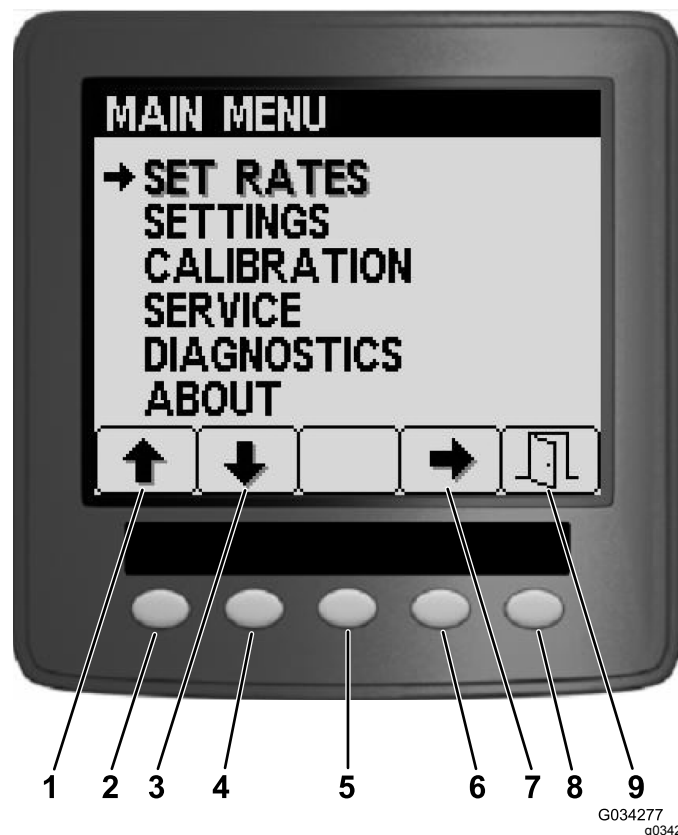
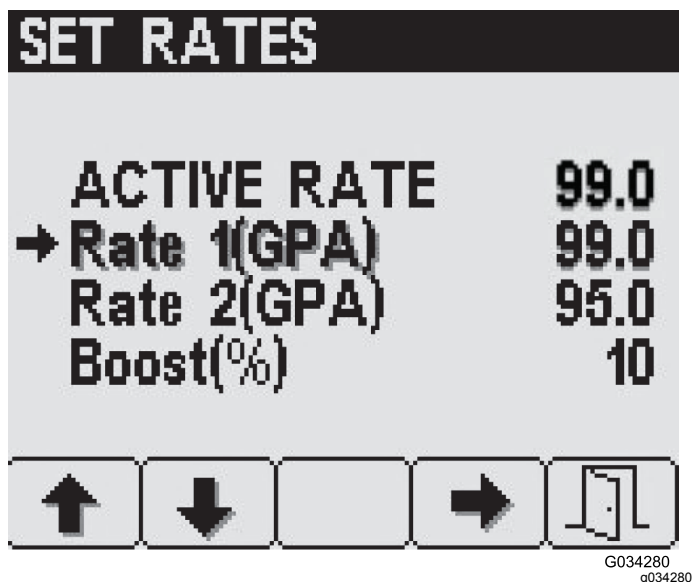
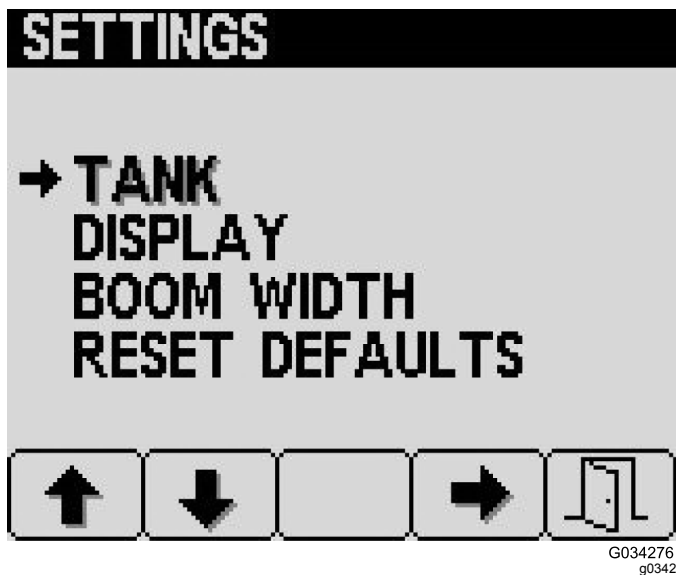

Figure 16
Figure 17
Figure 19
Dans l'écran Menu principal, vous pouvez accéder aux écrans Débits programmés, Réglages, Étalonnage, Entretien, Diagnostics et À propos (Figure 16).
Pour ouvrir l'écran Débits programmés, appuyez sur le bouton 2 dans l'écran Menu Principal (Figure 16) jusqu'à ce que l'option Débits programmés soit atteinte, puis appuyez sur le bouton 4 pour sélectionner cette option (Figure 17).
1. Appuyez sur le bouton 1 ou 2 jusqu'à ce que le débit voulu ou le pourcentage de taux poussé soit atteint (Figure 17).
Pour ouvrir l'écran Réglages, appuyez sur le bouton 2 de l'écran Menu principal (Figure 16) jusqu'à ce que l'option Réglages soit atteinte, et appuyez sur le bouton 4 pour la sélectionner (Figure 19).
1. Appuyez sur le bouton 4 de l'écran Réglages pour sélectionner les réglages de la cuve (Figure 19).
1. Appuyez sur le bouton 2 de l'écran menu Réglages jusqu'à ce que l'option Réglages de l'affichage soit atteinte, et appuyez sur le bouton 4 pour sélectionner Affichage (Figure 19).
Les réglages de largeur de rampe sont prédéfinis à l'usine (Figure 19).